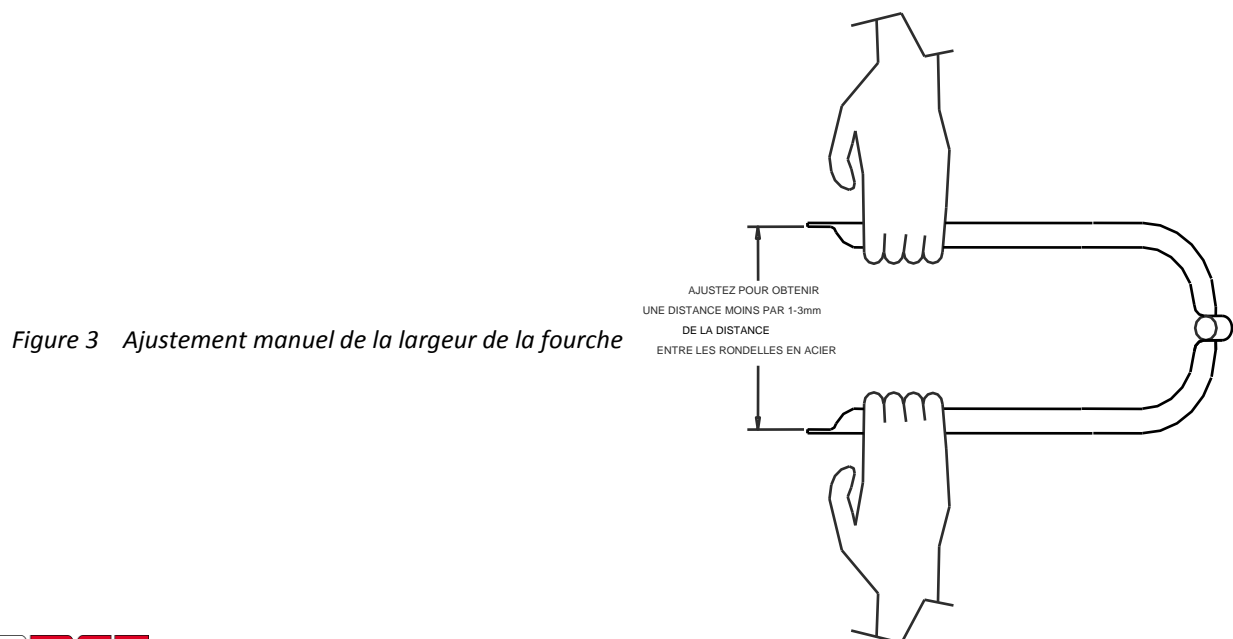

Figure 3 Ajustement manuel de la largeur de la fourche
D) Les vélos ont des écarts différents entre les pattes arrières tel que mesuré de l'extérieur d'un bras arrière en forme de fourche jusqu'à l'autre. La fourche de la Maya Cycle s'adapte le mieux aux vélos où les surfaces extérieures planes des bras arrières en forme de fourche mesurent entre 140 mm et 165 mm. Ajustez la largeur de la fourche comme l'indique la Figure 3.